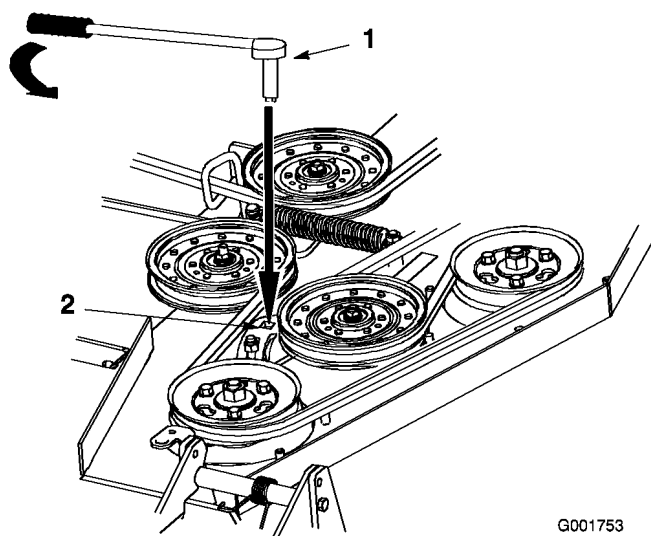

Figure 48
7. Insérez une douille courte avec manche à rochet ou une barre de levier dans le trou carré du bras de la poulie de renvoi fixe (Figure 48).